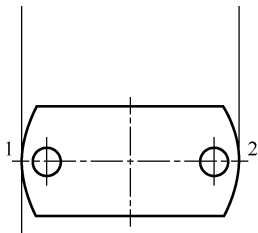

图 5-5 绘制构造线、射线
(1) 使用“构造线”命令通过点“1”绘制一条垂直的线条，使用“射线”命令通过点“2”向上绘制一条垂直的射线，用以保证主、俯视图长对正，如图 5-5 所示。
指定通过点:	// 选取如图 5-5 所示的点 1
指定起点:	// 选取如图 5-5 所示的点 2